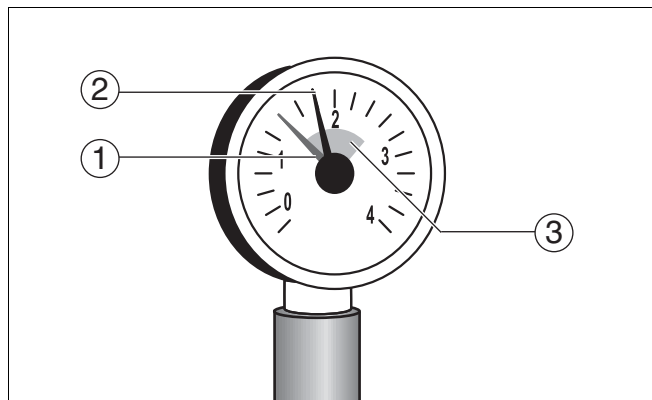

Рис. 6 Манометр для закрытых установок
В закрытых установках стрелка манометра (Рис. 6, поз. 2) должна находиться в зеленой зоне (Рис. 6, поз. 3).
Красная стрелка манометра (Рис. 6, поз. 1) должна быть установлена на требуемое давление. Требуемое давление устанавливает наладчик.
- Проверьте, находится ли стрелка манометра (Рис. 6, поз. 2) в зеленой зоне (Рис. 6, поз. 3).
Если стрелка (Рис. 6, поз. 2) не доходит до зеленой зоны (Рис. 6, поз. 3), то давление воды слишком низкое. Необходимо восполнить потерю котловой воды, долив подпиточную воду. Для заполнения отопительной установки используйте только обратотанную водопроводную воду.
- Заполняйте установку подпиточной водой через кран для заполнения и слива до тех пор, пока стрелка манометра (Рис. 6, поз. 2) не перейдет в зеленую зону (Рис. 6, поз. 3).